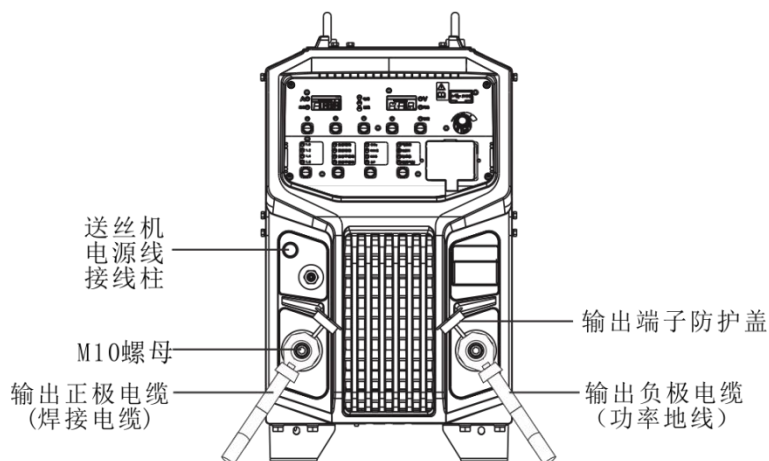

图 2-2 焊接电源输出电缆连接示意图
4. 用内六角扳手将 M10 螺钉拧紧。连接完毕后如图 2-2 所示；
将功率地线一端紧固到负极输出端子上，另一端紧固到工件上，如图 2-2 所示。